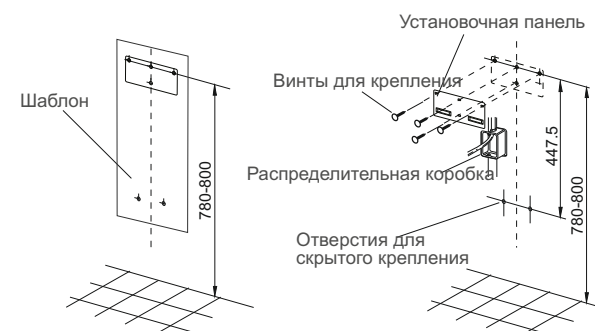

Рисунок 6
1. Приложите к стене шаблон (входит в комплект поставки) и отметьте места для сверления. Просверлите отверстия в стене и вставьте в них дюбеля (входит в комплект поставки) (Рисунок 6).
2. Прикрепите установочную панель к стене при помощи шурупов, входящих в комплект поставки (Рис.6).